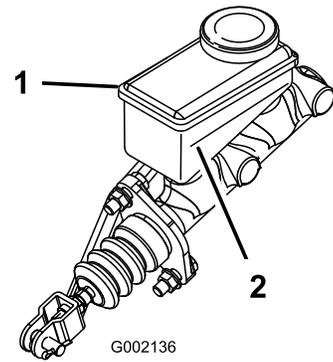

Figura 38
3. Mire el lateral del depósito. El nivel debe estar por encima de la línea Mínimo (Figura 38). Si el nivel de líquido es bajo, limpie la zona alrededor del tapón, retire el tapón y llene el depósito hasta que el nivel esté por encima de la línea Mínimo. No llene demasiado.